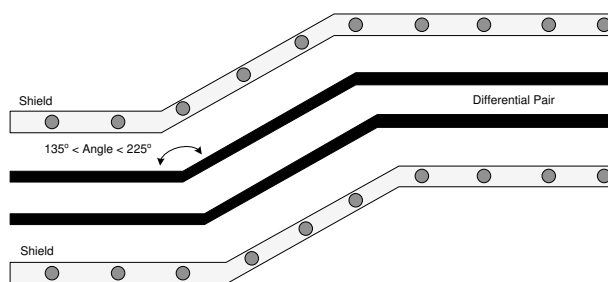

図 9-3. V-by-One の配線例
- 差動信号ペアに関連する曲げ角度が 135° ~ 225° である必要があります (図 9-3 を参照)。